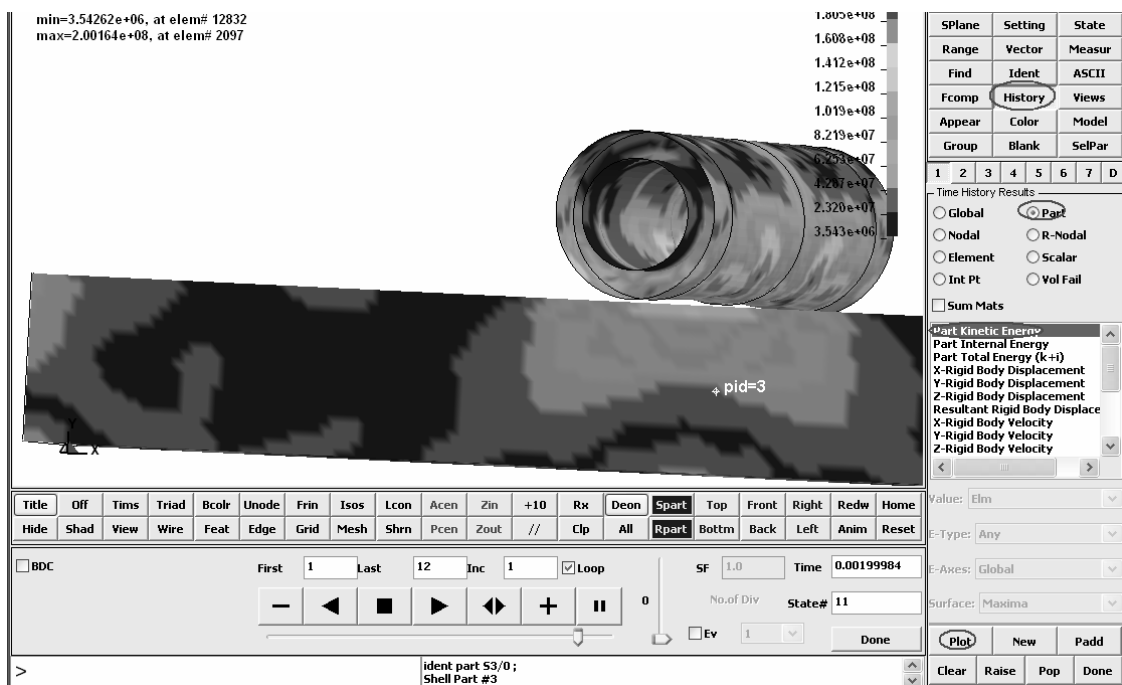
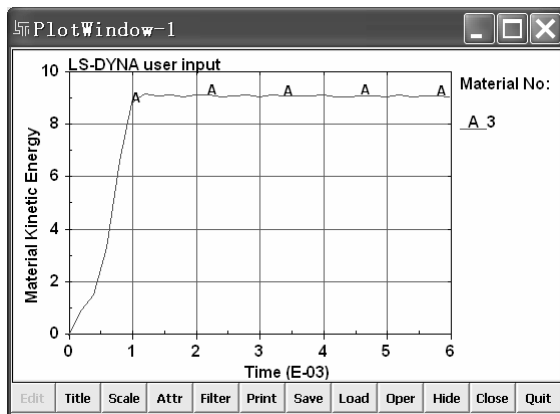

图 8-28 提取 Part 的动能
图 8-29 “PlotWindow-1” 窗口，被选 Part 的动能随时间的变化
(3) 如图 8-28 所示，用鼠标左键单击打开 “History”，再选中 “Part” 前面的单选框，继续单击选中 “Part Kinetic Energy”，用鼠标左键单击一下图形窗口中的方管（方管被单击后，其边沿变亮，表示方管被选中），然后单击 “Plot” 按钮，弹出 “PlotWindow-1” 窗口（见图 8-29）。
(4) 图 8-29 表示被选中的 Part 的动能随时间的变化。用相似的操作可以提取其他随时间变化的信息。